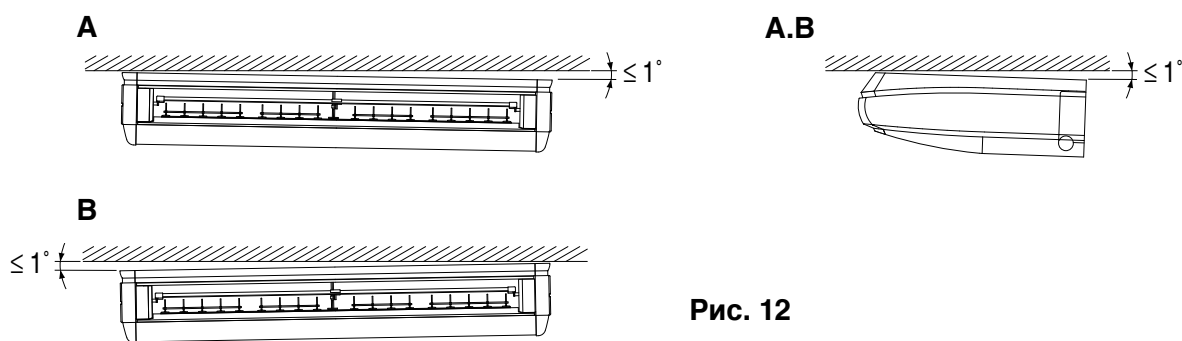

Рис. 12
(5) В процессе подвешивания внутреннего блока используйте уровень для обеспечения нормального стока конденсата. Устанавливайте блок горизонтально. Также при наличии возможности производите установку таким образом, чтобы дренажный трубопровод располагался немного ниже. (См. рис. 12)
- Не вставляйте в зазоры между креплением и шайбой для крепления (3) детали, отличные от указанных.